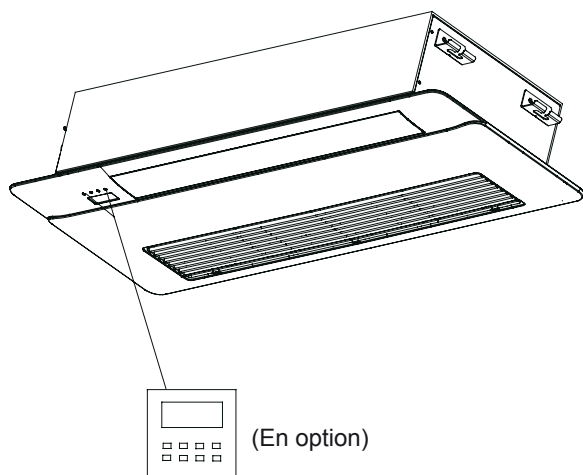
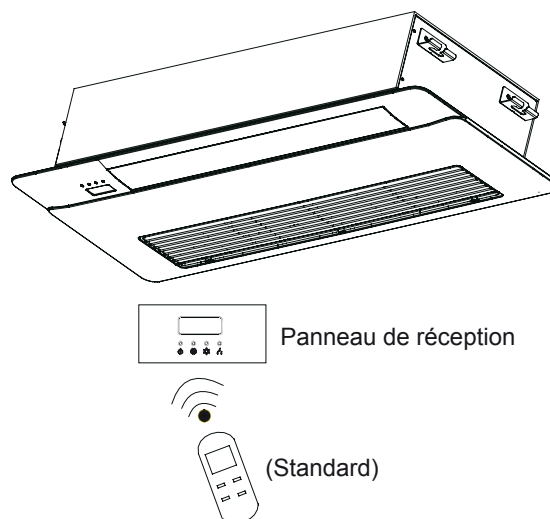

Fig 5.4.1
Fig 5.4.2
- 1) La commande filaire (standard) est visible sur la Fig.5.4.1, la télécommande (en option) est visible sur la Fig. 5.4.2, le récepteur du signal est fourni avec le panneau en tant qu'accessoire standard.